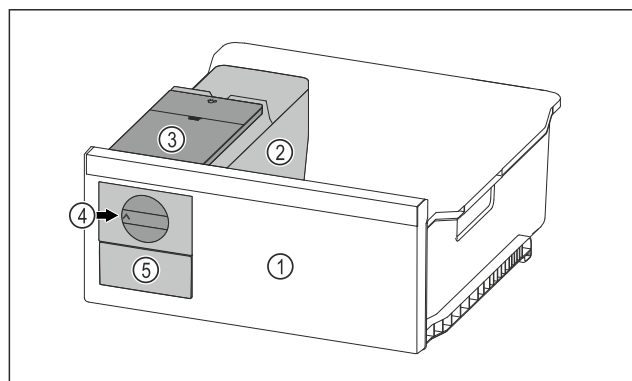

Fig. 74 Reprezentare exemplificatoare
- ▶ Rotiți butonul rotativ *Fig. 74 (4)* în sens orar până la opritor.
- ▷ Cuburi de gheață cad din tava pentru cuburi de gheață în sertarul pentru cuburi de gheață *Fig. 74 (5)*. Dacă nu sunt extrase toate cuburile de gheață din tava pentru cuburi de gheață: